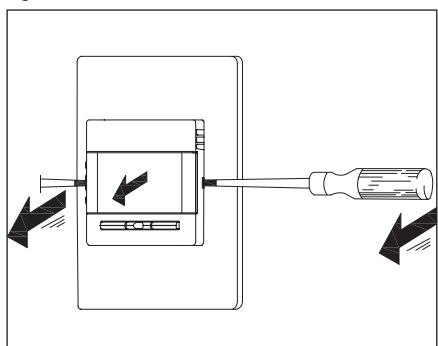

Fig. 2
3. Koble ledningene iht. koblingsskjemaet (fig. 2).